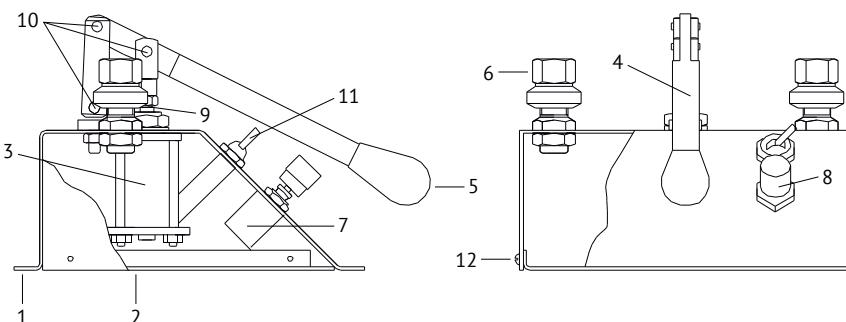

Рис. 1. Пневматическое устройство для сравнительной калибровки:
4.1 Внешний вид устройства показан на Рис. 1.
8.2 При ежедневном техническом обслуживании производят внешний осмотр, очищают от загрязнений и пыли сухой чистой ветошью. Проверяют наличие смазки на поверхности штока 9 (Рис. 1) и в шарнирных соединениях 10. При её отсутствие или недостаточном количестве произвести смазывание соединений 10 консистентной смазкой ЛИТОЛ – 24 ГОСТ 21150-87, а поверхность штока 9 консистентной силиконовой смазкой (не аэрозоль).
- 8.3.2 Открутите винты 12 (Рис. 1) и снимите нижнюю крышку 2;